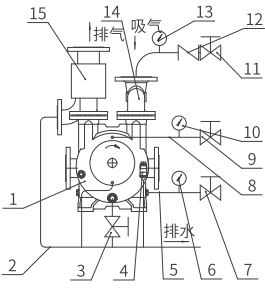
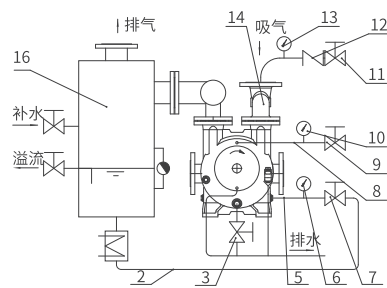
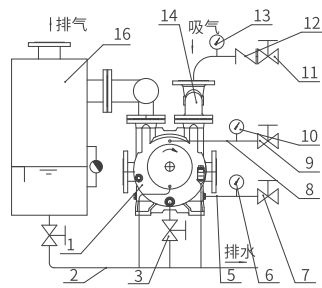
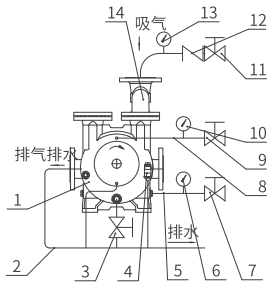

图6
图7
图8
图9
- 4、根据不同的使用特点，管路系统可参照图6、图7、图8、图9的布置形式。
5、图6～9说明：
①图6中的实线部分为常规供货范围。
②图7、图8说明：
- (a) 图7、图8适合于易燃、易爆、有毒或要求回用的气体的抽送。但用户必须要增设现场监控措施，确保气水分离器的液位处于液位计的中心位置。
- (b) 当工作液要循环使用时，要配上热交换器（见图7，如我公司生产的2BW5成套机组），由于2BE1真空泵具有自吸功能，如果气水分离器与泵的距离在3m以内时，无需另配增压泵。圆形气水分离器的液位要与泵的轴心线在同一水平线上。由于排出的气体会带走一部份水，即使是图7的工作液闭式循环，也要定期补充一定的水量。
③图9说明：
- 如果抽吸的气体易燃易爆或有毒，采用图6和图9的布置，气体均会从排液处带出，造成危险，用户应要对真空泵排出的水作二次分离，将有毒、易燃易爆的气体引到指定的地方。
- 即使采用图7、图8的布置，用户也要根据现场的具体情况增加气体泄漏监控措施，否则会引发重大安全事故。
参看图6。
参看图7、图8
- ⑤如果被抽吸的是易燃、易爆、有毒或要回用的气体，则要调节圆形气水分离器的密封液位，使液位处于液位计的中间位置，防止气体泄漏。
- ⑥采用图8布置时，工作液一次使用，必须人工调节气水分离器的排水闸阀，保证圆形气水分离器的液位在液位计的中间，这样才能保证气体不会从气水分离器的底部漏出。
- ⑦采用图7布置时，工作液闭式循环使用，要定期补充水，防止因气体带走的水引起水位下降而导致泄漏气体。
3、停车（见图6）
- ①额停机前先检查系统中各相应设备能否进入停机规程中。
- ②关停电机，然后关闭供水闸阀7；如果是轴封外供水，必需等液环泵停稳后再关闭轴封供水阀门9。
- ③打开排水阀门3（或泵底部盖板）。排清积水，以防生锈或在冰冻的环境下冻裂泵体。